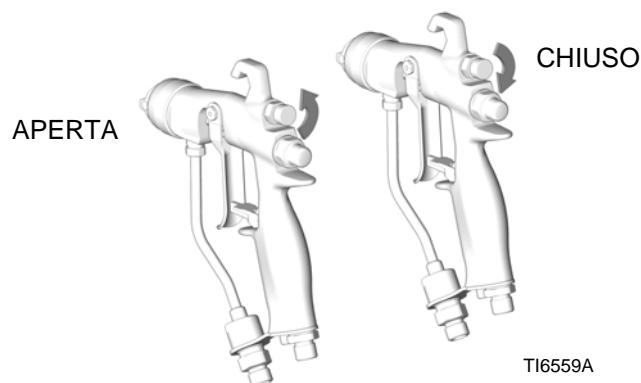

FIGURA 13
4. Chiudere fuori l'aria di regolazione del getto girando la manopola in senso orario (dentro) del tutto. Vedere la FIGURA 13. In questo modo la pistola viene impostata sul getto più largo.
*Per un ventaglio più stretto, ruotare la manopola della valvola di regolazione del ventaglio in senso antiorario (fuori). Vedere la FIGURA 13. Se il ventaglio non è abbastanza ristretto, aumentare di poco la pressione dell'aria alla pistola o utilizzare un ugello di dimensioni diverse. (Non disponibile per pistole con ugello RAC).*